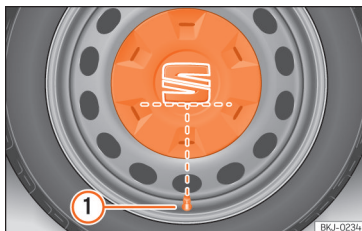

Fig. 32 Colocação correta do tampão central da roda para jantes de aço.
- Coloque o tampão central da roda sobre a jante. A parte inferior da sigla «S» do emblema da SEAT deve coincidir com a válvula de enchimento »» **Fig. 32 1**.